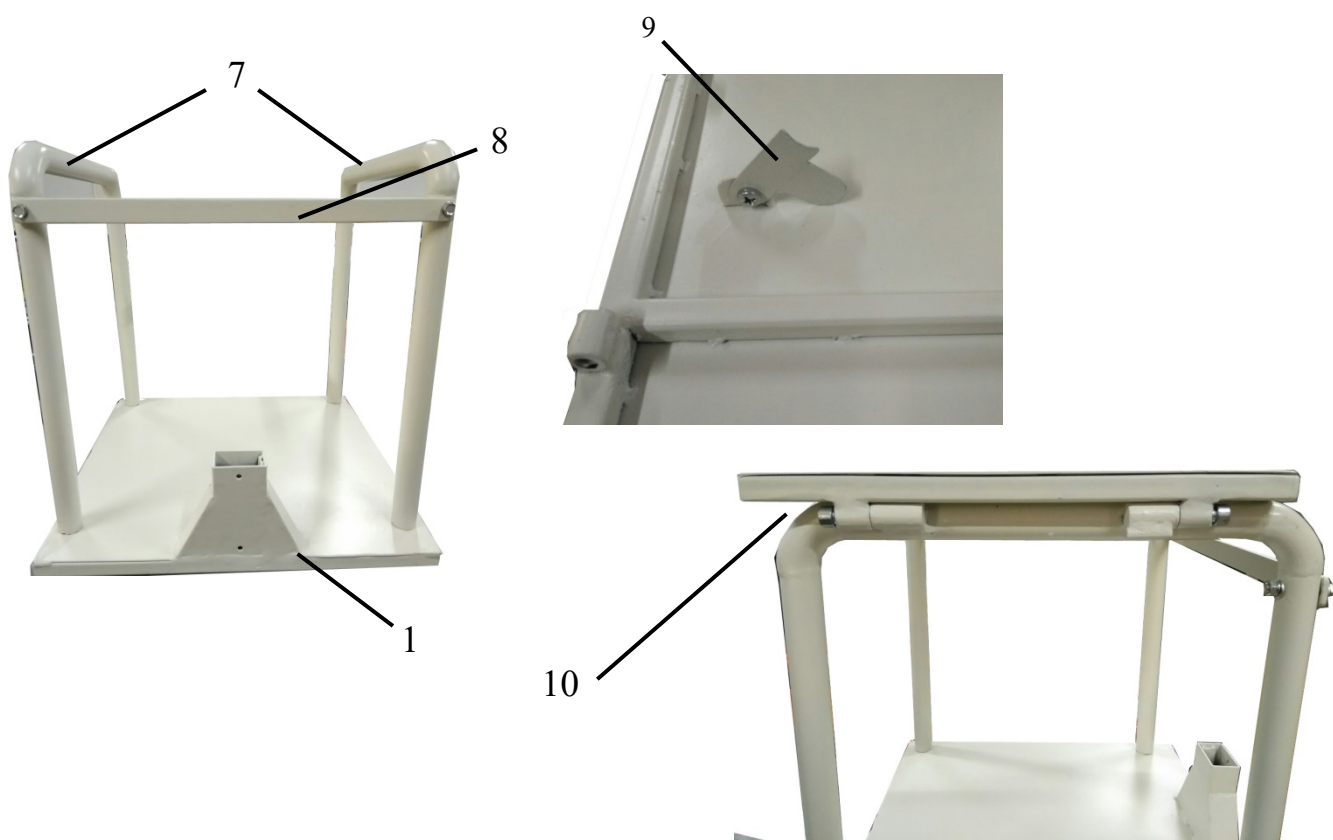

Рис. 4
2.5.1 Установить на основание поз. 1 в П-образную раму 7, совместив отверстия рамы с отверстиями в основании (см. рис. 4). Закрепить раму с помощью винтов М10×16 DIN 912. Повторить операцию с левой рамой крепления сидения.